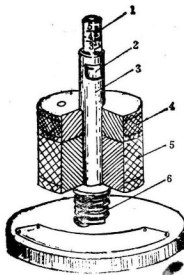

图1-26 弹簧弹力试验器
(13)(图1-26)检查膜片弹簧弹力,将弹簧6套在杆1上,再套上套筒3,从开口2上的划线可和杆1上的刻度表示出自由长度;加上载荷4和5,可从划线上表示出在规定载荷下的长度。所测得数值和标准数值相差不得超过 $\pm 2$ 毫米。